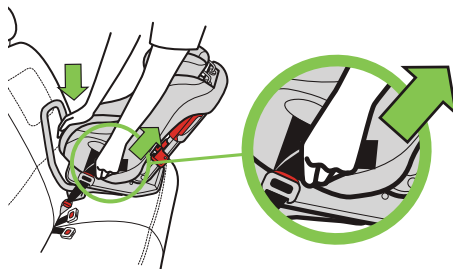

Figura 52
- Presione el centro del asiento de seguridad para oprimir el cojín del asiento del vehículo y tire del extremo del cinturón LATCH a fin de apretarlo, como se ilustra en la **figura 52**.